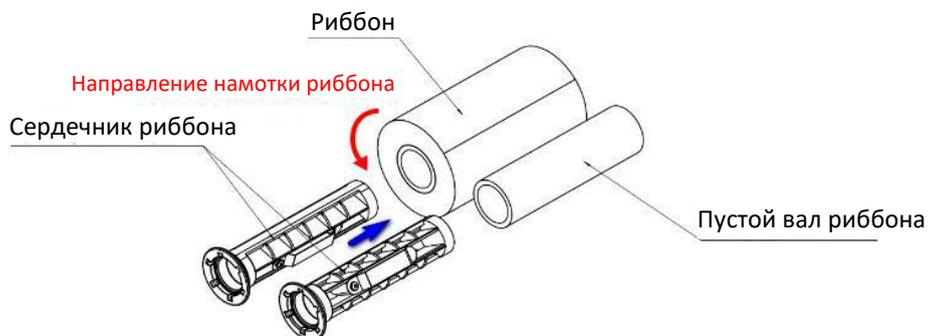

Рис. 2.3.2
- б) Если внутренний диаметр вала риббона составляет 25,4 мм (1 дюйм), вставьте сердечники риббона в рулон риббона и в пустой вал риббона соответственно в направлении, указанном на рисунке (см. рис. 2.3.2).